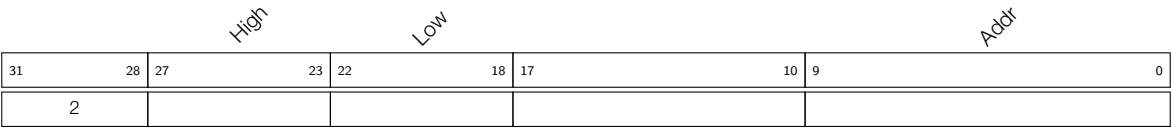

图 30-23. 指令类型 - REG\_RD
**Operand**    **描述** - 见图 30-23